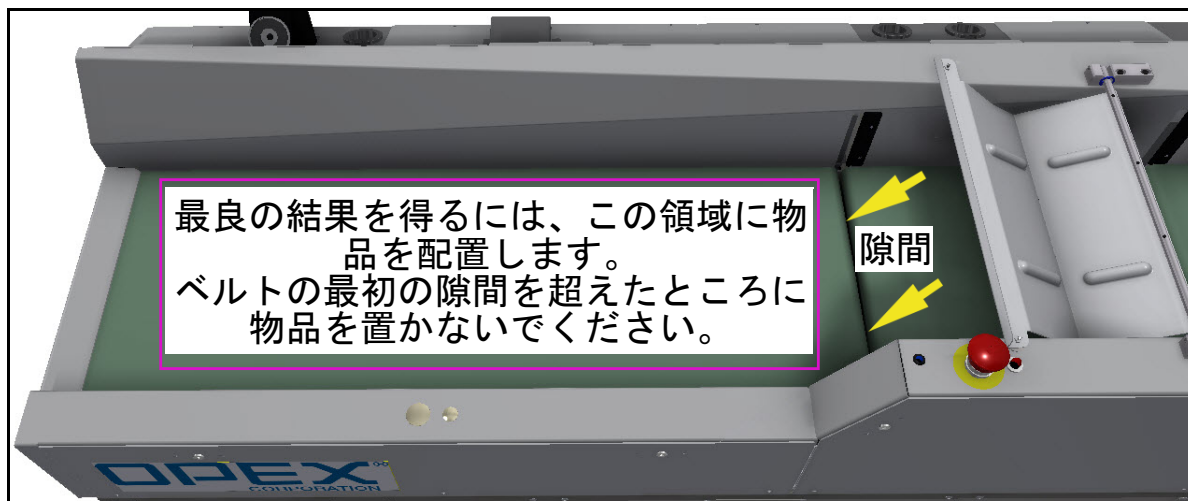

図 4-38: コンベヤの「ドロップゾーン」
5. 物品を下図のようにコンベヤ上に載せます（148 ページの図 4-38 を参照）。